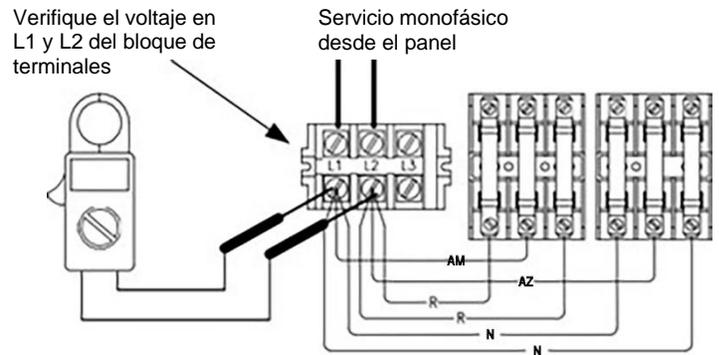

Ilustración 3
6. Para servicio monofásico, verifique el voltaje en los terminales L1 y L2 del bloque de terminales (consulte la Ilustración 3).